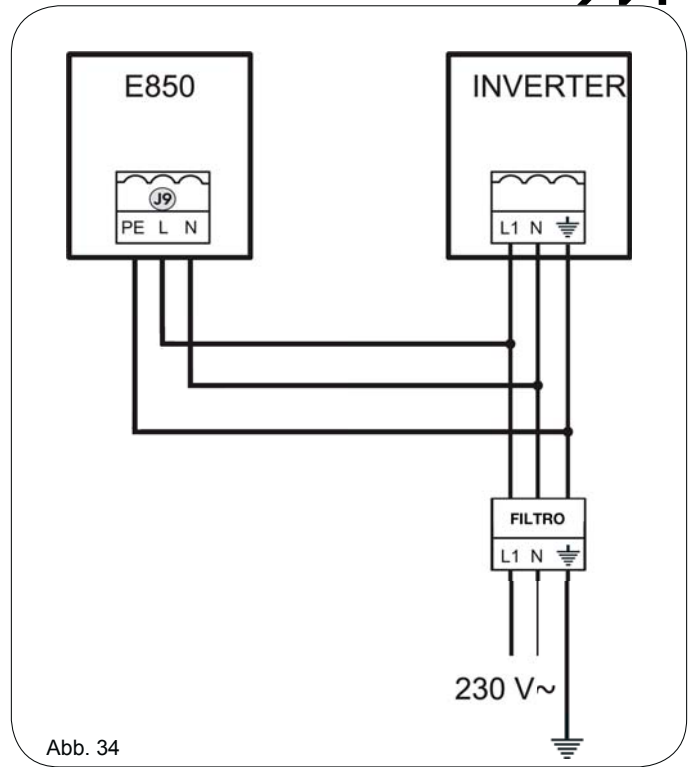

Abb. 34
11.4.5 KLEMMLEISTE J9 - VERSORGUNG (ABB. 34)